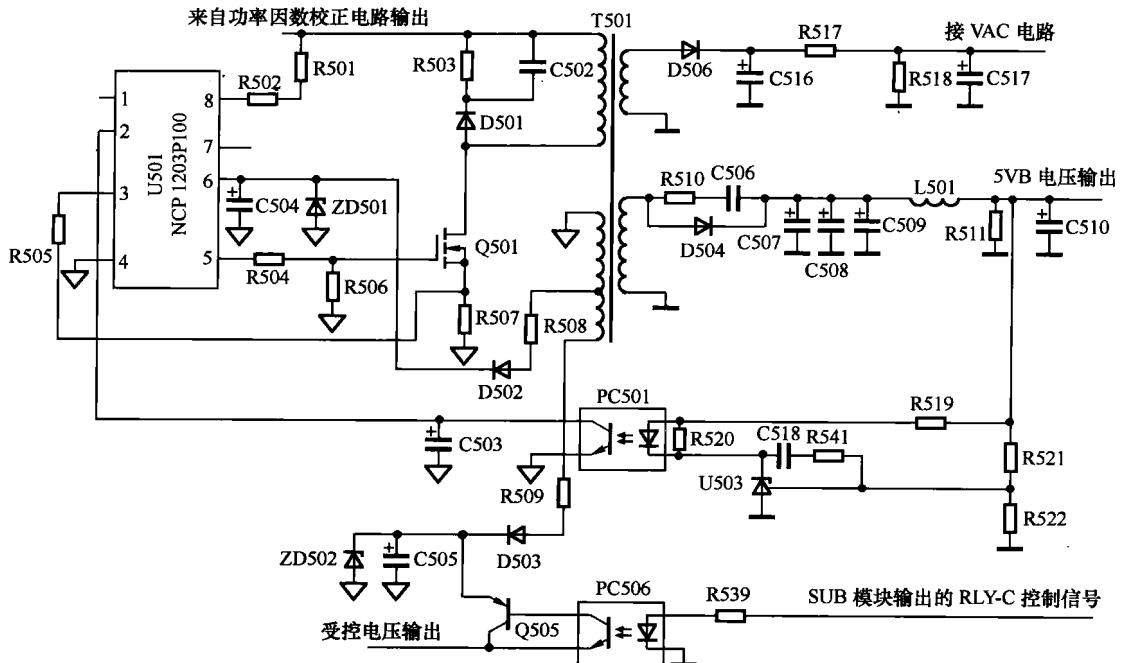

图 1-3 5VB 电压形成电路
整流滤波电路输出的300V不稳定直流电压通过变压器T501的初级绕组加到Q501的漏极，同时，300V电压经启动电阻R501、R502加到U501(NCP1203P100)的⑧脚。此时，功率因数校正集成电路U101(UCC3818N)的⑯脚没有供电，功率因数校正电路没有进入工作状态，所以待机电压形成电路输入的是300V不稳定直流电压。当整机进入正常工作状态后，功率因数校正电路工作，此时输入电压为385V。300V不稳定直流电压经R501、R502加到U501的⑧脚，U501内部高压恒流源工作，经U501的⑥脚向滤波电容C504充电，当C504上的电压上升到U501的启动电压值时，内部振荡器工作，从U501⑤脚输出PWM激励脉冲，该脉冲经R504、R506限流后送入到Q501的栅极，使Q501进入开关工作状态，随着U501内部电路的工作，其⑥脚电压逐渐下降。T501初级绕组形成交变电流，T501的次级绕组就产生感应脉冲电压。其中一路经R508、D502、C504、ZD501整流滤波、稳压后送入U501的⑥脚，作为U501正常工作的电压，此时内部高压恒流源关闭。当U501⑥脚的电压低于7.8V时，欠压保护电路工作，整机无输出。U501的③脚为过流检测信号输入端，如图1-3所示。